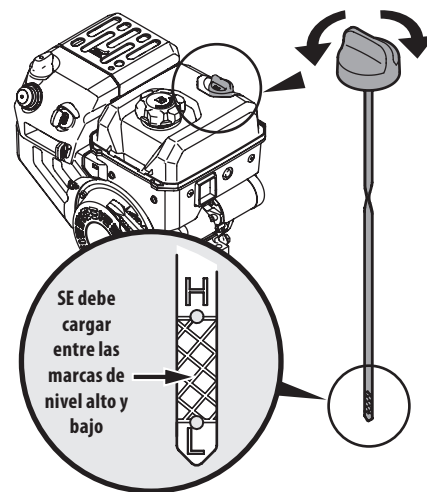

Figura 3-2
- Mantenga el nivel de aceite entre las marcas "F (lleno)" y "L (agregar)" de la varilla de medición del nivel. Vea la "Figura 3-2".
1. Retire el tapón de llenado/varilla de medición de aceite y limpie bien la varilla. Vea la "Figura 3-2".
3. Saque el tapón / la varilla de medición de aceite. Si el nivel es bajo, agregue lentamente aceite hasta que el nivel registrado esté en un punto intermedio entre alto (H) y bajo (L), "Figura 3-2".